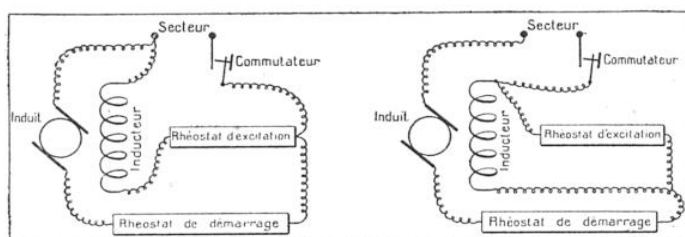

FIG. 12
avons fait allusion au début de cet article. L'inducteur est tout simplement un électro-aimant qui aura, par exemple, un pôle sud à la partie supérieure et un pôle nord en bas. On représente schématiquement les moteurs comme sur la figure 12. Tous les moteurs (à partir d'une certaine puissance) ne doivent pas être placés directement sur le secteur, lorsqu'ils sont au repos : comme ils ne produiraient alors aucun travail, l'énergie qu'ils recevraient serait trop considérable et les spires de l'induit grilleraient infailliblement. Il est donc nécessaire d'employer un *rhéostat de démarrage*, qui n'augmente le courant que progressivement (fig. 12 et 13).
1° *Moteur-dérivation* : on applique les 110 volts du secteur à l'induit et à l'inducteur (2) (fig. 12). Ce qui caractérise essentiellement ce moteur, c'est que sa *vitesse de rotation est sensiblement constante*, d'où deux avantages parallèles : il ne varie pas de vitesse quand on le fait travailler (d'où son application aux machines-outils) et il ne risque pas de « s'emballer » lorsqu'on cesse de lui demander du travail (il ne s'emballerait pas « à vide »), ce qui permet de supprimer toute surveillance. Lorsqu'on veut, néanmoins, modifier la vitesse de rotation, on